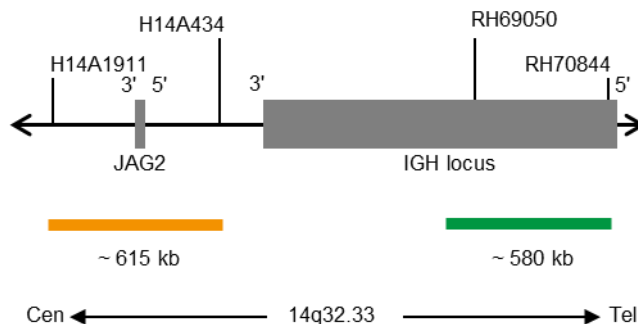

Fig. 1: SPEC IGH Mapa de la sonda (no está a escala)
- Polinucleótidos marcados en verde (excitación a 503 nm/emisión a 528 nm) ZyGreen (~10 ng/μl), dirigidos a secuencias localizadas en 14q32.33* (chr14:106,690,778-107,268,412) distales a la región del punto de ruptura de IGH (ver Fig. 1).
- Polinucleótidos marcados en naranja (excitación a 547 nm/emisión a 572 nm) ZyOrange (~4,5 ng/μl), dirigidos a secuencias localizadas en 14q32.33* (chr14:105,296,741-105,909,611) proximales a la región del punto de ruptura de IGH (ver Fig. 1).